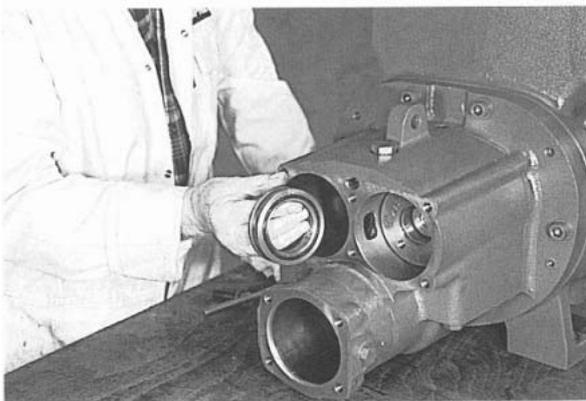

Рис. 108
3. Проверьте, что и уплотнительное кольцо, и установочный штифт правильно установлены и вставьте в сторону "папа" выходного кожуха. (Рис. 108)